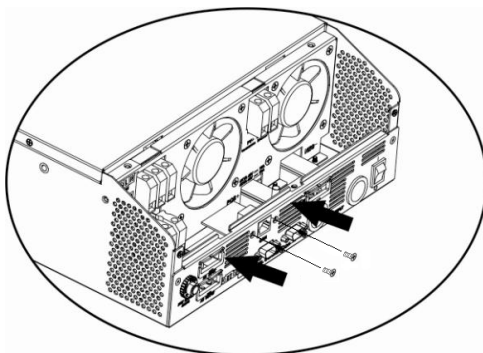

Abb. 5-9 Rücksetzen der Kommunikationskarte.
- Schritt 7, Setzen Sie die Kommunikationskarte wieder zurück in das Gerät und befestigen diese mit den beiden Schrauben (Abb. 5-9):